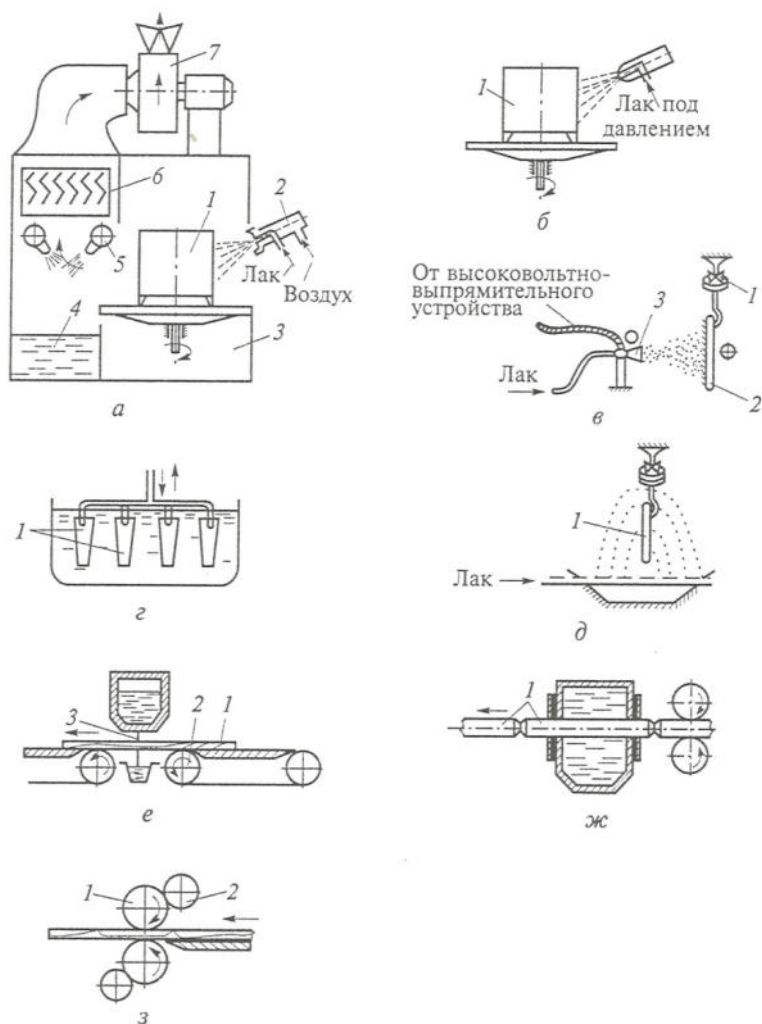

Рис.1 Схемы оборудования для нанесения лакокрасочных покрытий:
2.Изучите схемы оборудования для нанесения лакокрасочных покрытий (рис. 1.) Укажите достоинства и недостатки каждого способа нанесения лакокрасочных покрытий